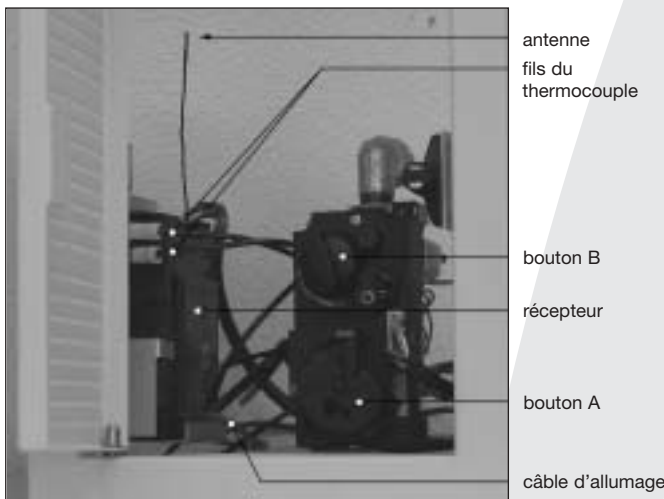

fig. 29
Le récepteur se trouve dans le coffret de commandes (voir Fig. 29).
- Placez le récepteur tel qu'indiqué sur la Fig. 29.
!Attention - Ne placez pas l'antenne du récepteur trop près du câble d'allumage et/ou d'éléments métalliques : veillez à ce que l'antenne soit tournée vers le haut (voir la Fig. 29 pour la bonne position) ;